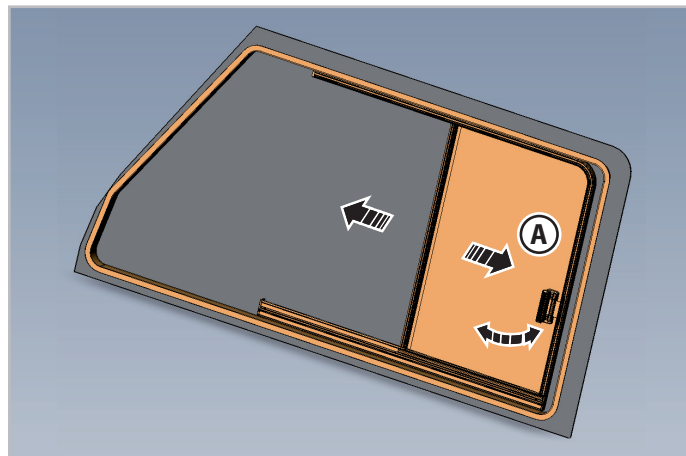

Fig.3.2 - Skydevindue i passagersiden
1. Tryk på krogen på det bageste håndtag (**A** - Fig.3.2), og gør den fri af låsemekanismen for at låse vinduet op.
2. Træk i håndtaget (**A** - Fig.3.2) for at bringe vinduet frem til den ønskede position.
1. Træk i håndtaget (**A** - Fig.3.2), for at bringe vinduet tilbage til den lukkede position, indtil håndtaget er helt fastgjort til låsemekanismen.